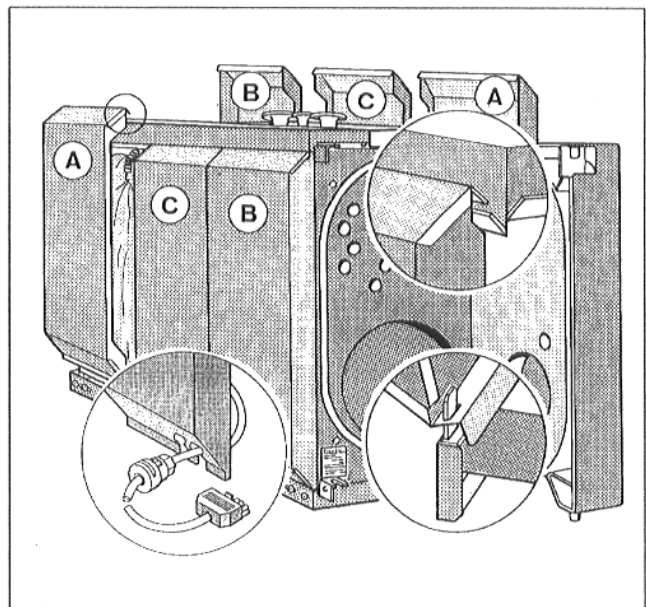

Рис. 13
- Ввести кабель горелки с разгрузкой натяжения снизу в шлиц боковой стенки таким образом, чтобы устройство разгрузки натяжения находилось в отверстии (Рис. 13).
- Путем поворота пластмассовой втулки закрепить кабель горелки в устройстве разгрузки натяжения (Рис. 13).
Указание: Соблюдать буквенную маркировку на боковых стенках (Рис. 13).
Для котлов типоразмеров 230 и 310 производится монтаж только 2 деталей боковых стенок, средняя часть боковой стенки с маркировкой "С" не устанавливается (Рис. 13).